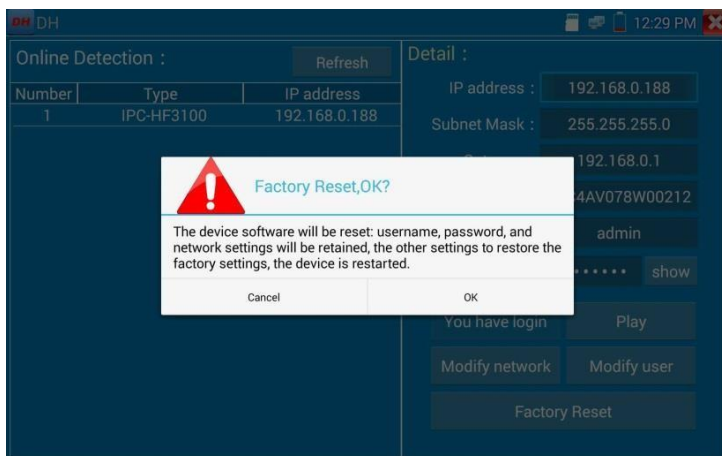

Рис. 136 Сброс к заводским настройкам
6. Для сброса настроек видекамеры к заводским воспользуйтесь кнопкой «Сброс к заводским настройкам» (Factory Reset) рис. 136